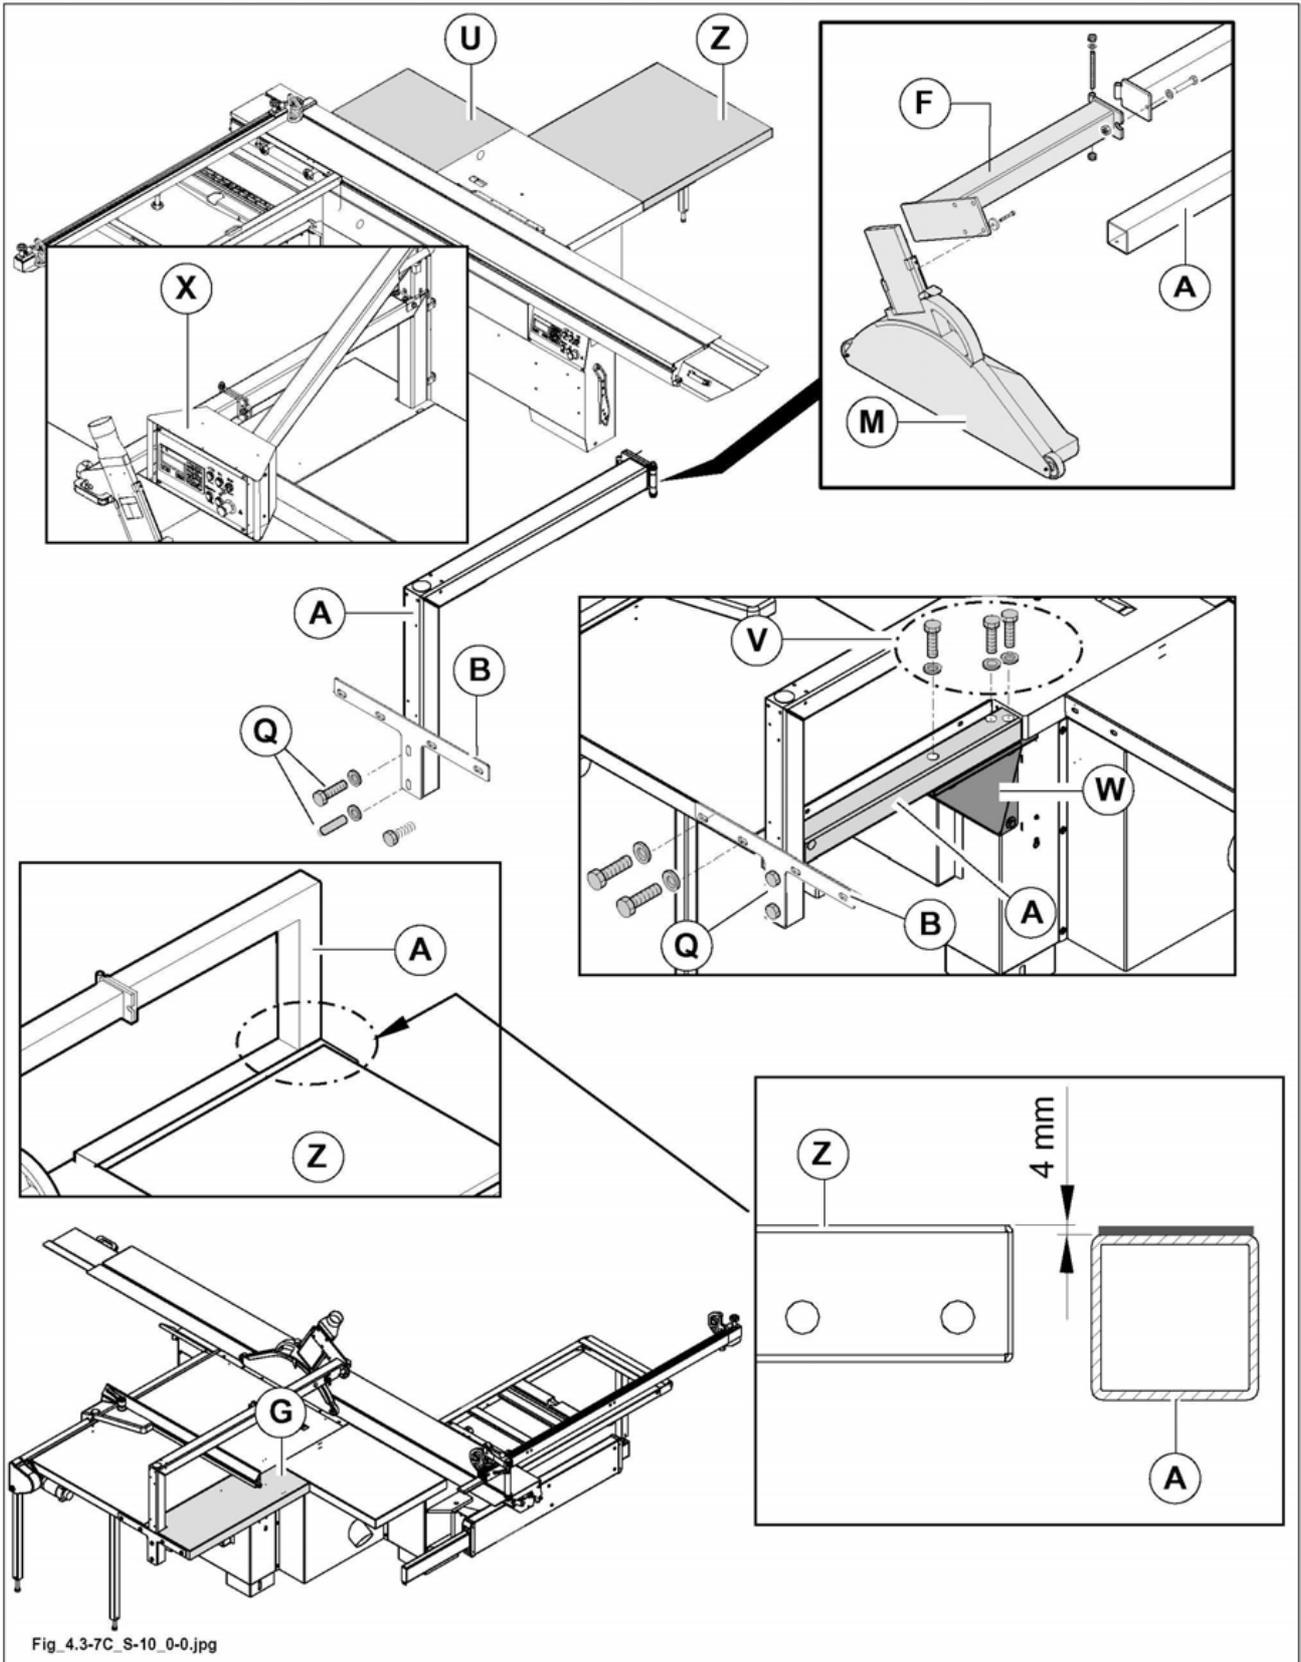

Abb. 4.3-7B
den Arm (A Abb. 4.3-7B) der "hängenden Schutzeinrichtung" nur dann montieren, nachdem die "hintere Ebene installiert wurde (Z Abb. 4.3-7B)" (siehe Par. 4.3.14.1) und die "Ebene auf der Ausgangsseite (U Abb. 4.3-7B)" (siehe Par. 4.3.14.2).
- Montieren Sie den Arm (A Abb. 4.3-7B) an die Arbeitsfläche indem Sie die Winkel (B Abb. 4.3-7B) und die Halterung benutzen (W Abb. 4.3-7B).
positionieren Sie den Schlauchreifen (A Abb. 4.3-7B) 4 mm unter den Verlängerungsbereich (Z Abb. 4.3-7B).
- den Arm (A Abb. 4.3-7B) an die Halterung (W Abb. 4.3-7B) durch Schrauben befestigen (V Abb. 4.3-7B).
- An dieser Stelle ziehen Sie die Schrauben, mit denen die Winkel an der Ebene befestigt sind, fest (B Abb. 4.3-7B.) und befestigen die Schrauben (Q Abb. 4.3-7B.).
Als Letztes die beigeordnete Ebene montieren (G Abb. 4.3-7B) wie angegeben in Par. 4.3.14.2.